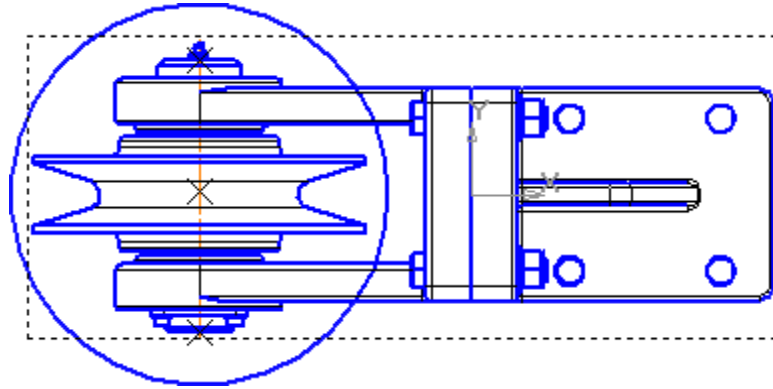

Рисунок 9.
- Постройте окружность  с центральной точкой в геометрическом центре Ролика. Окружность можно использовать в качестве контура разреза (рис.9).